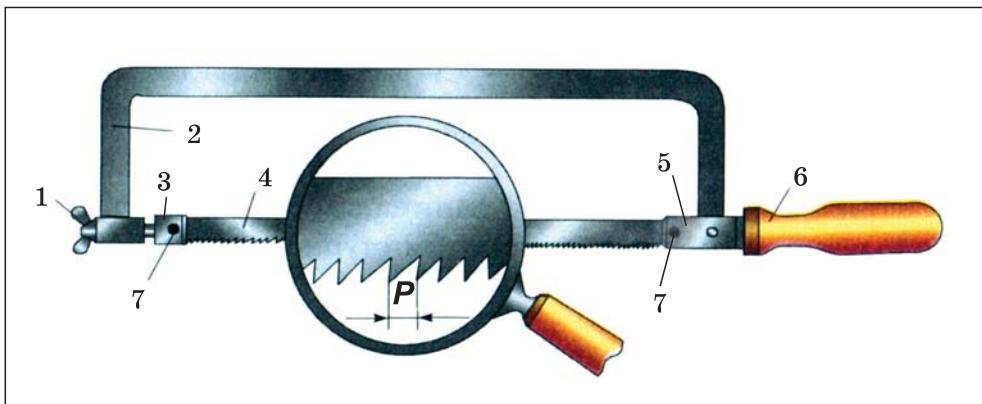

Рис. 1. Ручная слесарная ножовка: 1 – натяжная гайка; 2 – рамка; 3 – подвижная головка; 4 – ножевочное полотно; 5 – неподвижная головка; 6 – ручка; 7 – штифты
Заготовки из сортового проката разрезают слесарной ножовкой (рис. 1). Основными деталями ножовки являются неразъемная рамка (2), ножевочное полотно (4) и ручка (6).